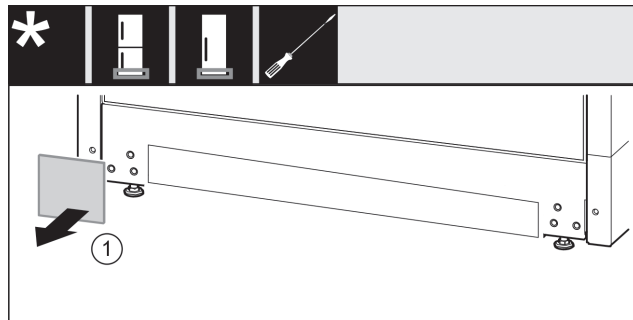

Fig. 23
- ▶ Abdeckung Fig. 23 (1) abnehmen.